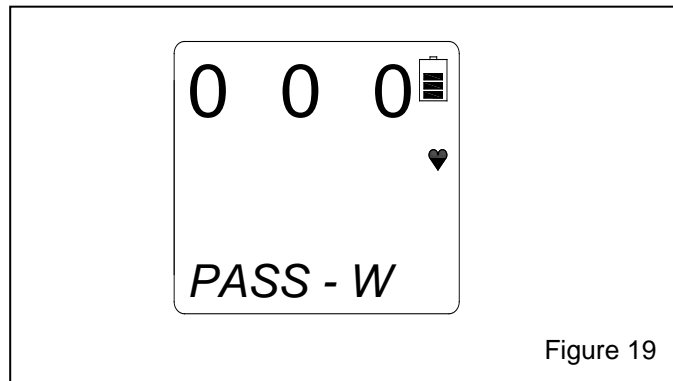

Figure 19
4.4.2.3 Relâchez les deux boutons au deuxième bip. L'affichage doit être comme sur la figure 19 avec le chiffre à gauche qui clignote.